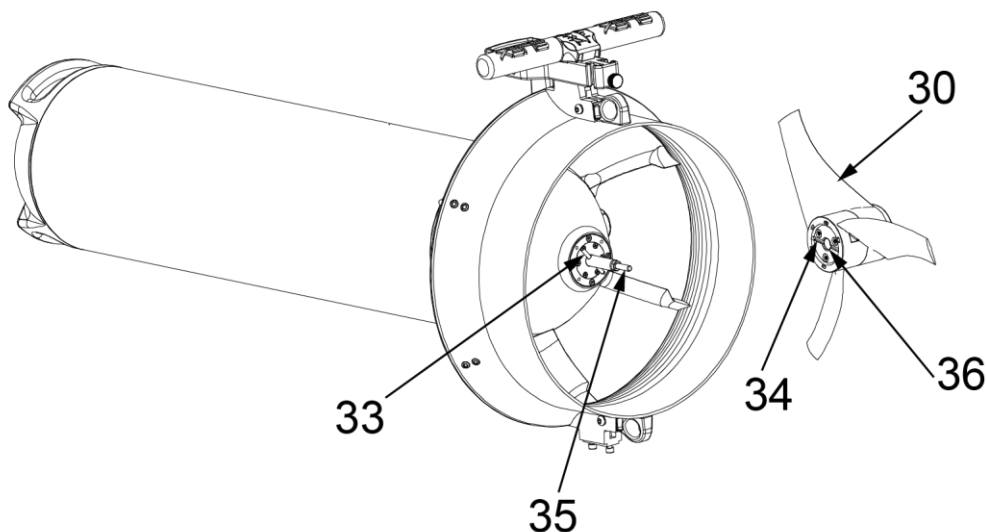

Fig 35 - Inserimento dell'elica
Infilare l'elica (il foro 36 - **Fig 35 - a pag. 42**) nell'albero motore dello Scooter (35), girare l'elica (in senso ORARIO) fino a quando la spina (33) si trova a combaciare con la sede (34) dell'elica. Quando si sentirà uno scatto l'elica smetterà di girare.